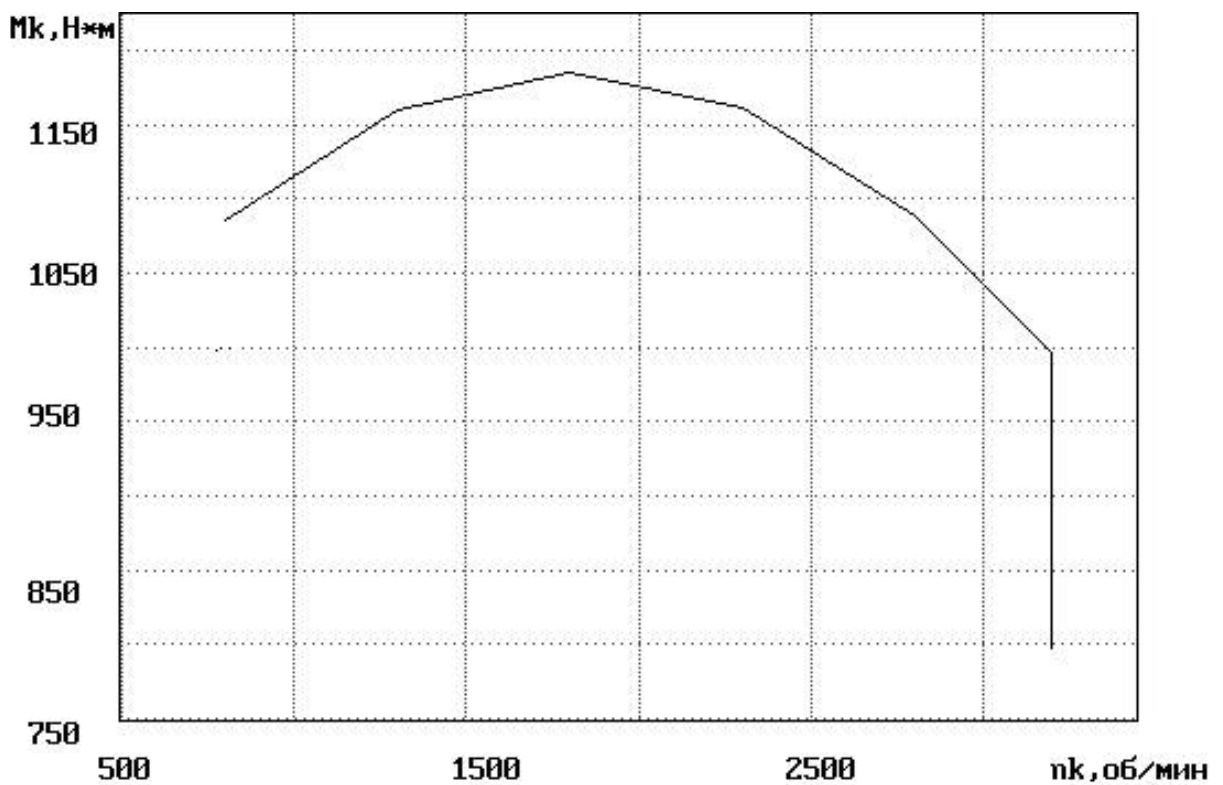

Рисунок 2 — Зовнішньо-швидкісна характеристика. Залежність моменту від оборотів колінчастого вала
41. По наведеному графіку (рис. 2) визначте коефіцієнти пристосування двигуна по моменту та обертам.
45. За допомогою наведеного графіка (рис. 2) визначте запас крутного моменту двигуна.